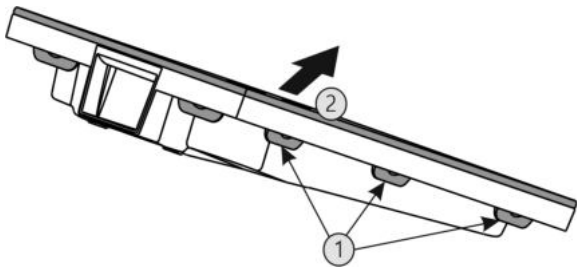

Fig. 50
- ▶ Натиснете всички езичета Fig. 50 (1) последователно и свалете капака Fig. 50 (2).